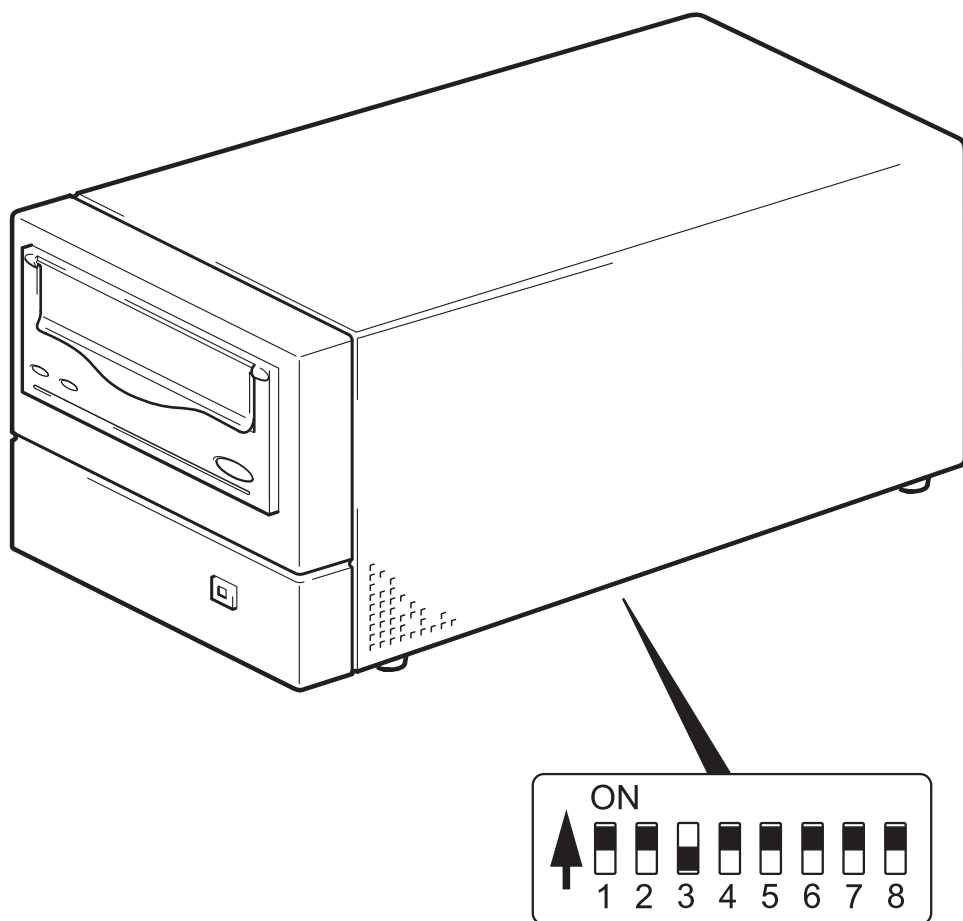

Figura 4: definir as chaves de configuração UNIX
- 2 Caso seja necessário para a sua configuração UNIX, altere as chaves de configuração localizadas no lado inferior da unidade de fita dos ajustes predefinidos mostrados na figura 4.